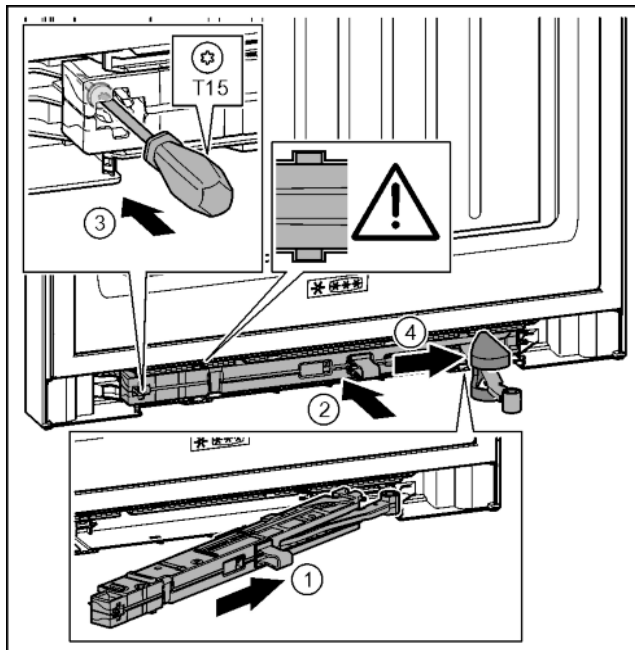

Fig. 38
- ▶ Introduire à fond l'amortisseur de fermeture du côté du support de palier dans la rainure en l'inclinant. Fig. 38 (1)
- ▶ Enfoncer complètement l'amortisseur de fermeture dans la rainure. Fig. 38 (2)
- ▶ Serrer la vis avec un tournevis T15. Fig. 38 (3)
- ▶ Pousser le cache sur la charnière. Fig. 38 (4)